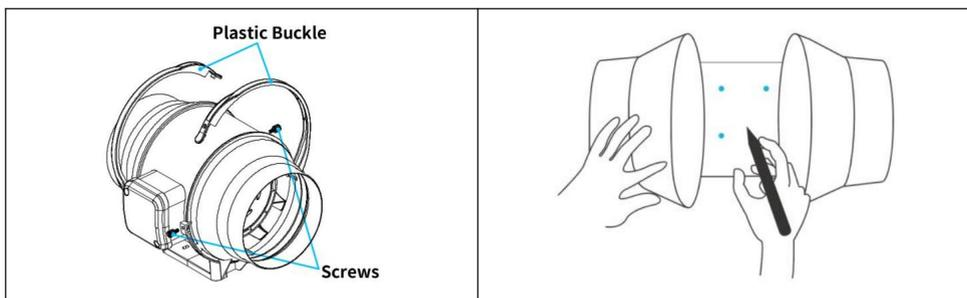

Fig.3.
3. Använd flänsfästet för att ställa in önskad fläktposition. Markera de fyra monteringshålen. Se (Fig.3.)